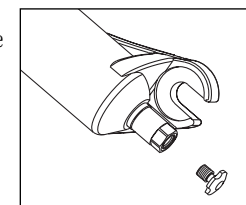

Fig.5
2. Dévissez manuellement le petit capuchon. Attention : ne le perdez pas (fig. 5)